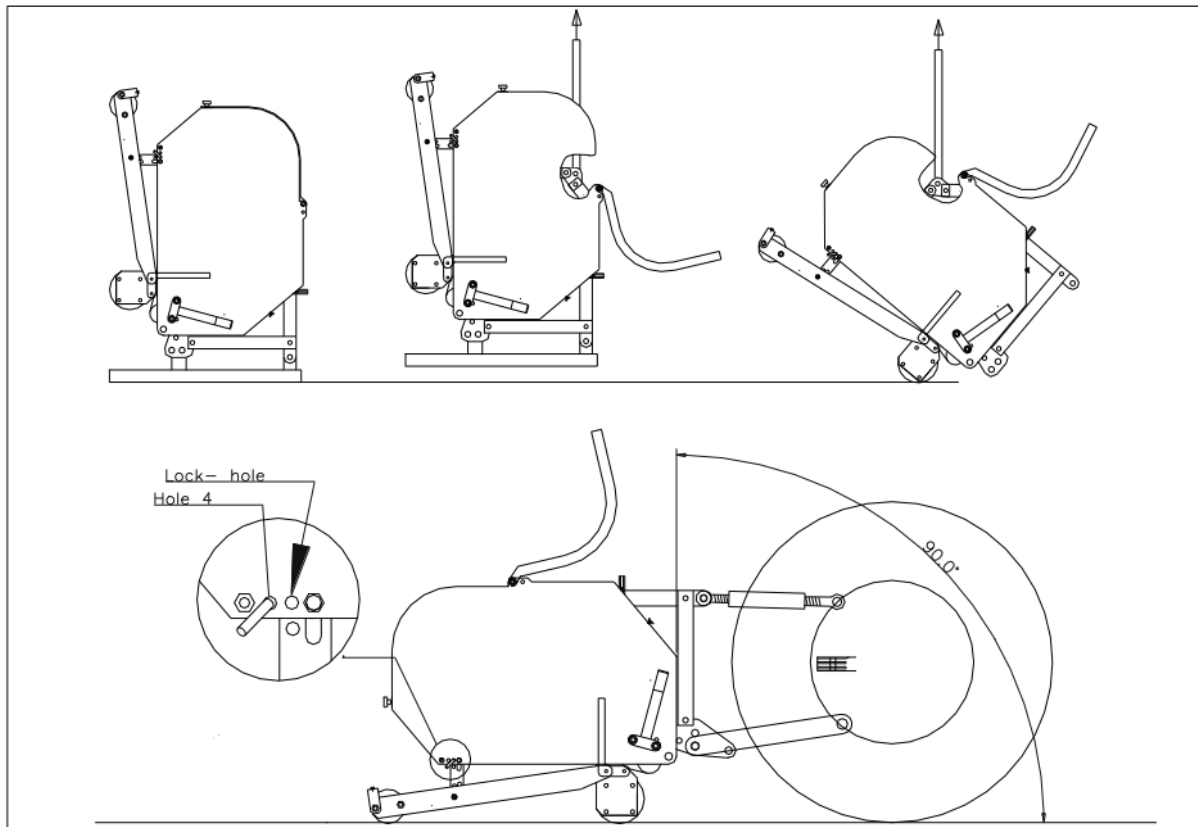

Fig. 1
Maskinen står vertikalt på pallen. For at fjerne pallen og få maskinen horisontalt ned på jorden, skal du gøre som følger (se fig. 1):
- @ Hvis VERTI-DRAIN ikke er korrekt monteret bag traktoren, se fig. 1., kan forskellige kraftudtagsvinkler medføre vibrationer i maskinens drivsystem. Disse vibrationer kan beskadige maskinen og hullerne i jorden.